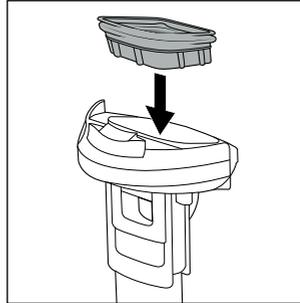

Rys. 26
- ◆ W razie potrzeby wyczyść miejsce zamocowania zbiornika na brudną wodę **2** w urządzeniu, używając do tego wilgotnej szmatki lub chusteczki (patrz rys. 26).